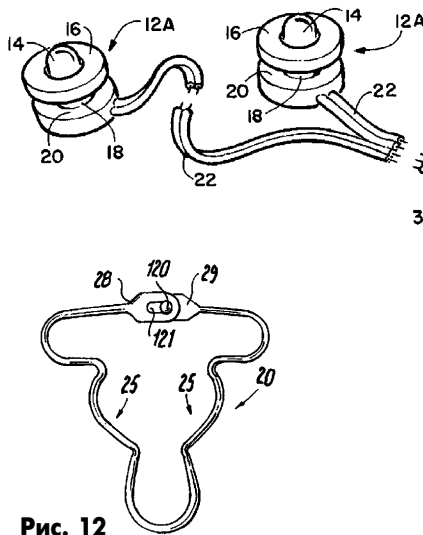

Рис. 12
**Пружинная застежка** описана в патенте США 6253427 (2001 г.). Пружинная застежка 20 (рис.12) сформирована из одного куска металлической проволоки и снабжена наконечниками 28 и 29, один из которых имеет отверстие 121, а другой - выступ 120. Защелкивание и снятие застежки производится нажатием на боковые изгибы 25.